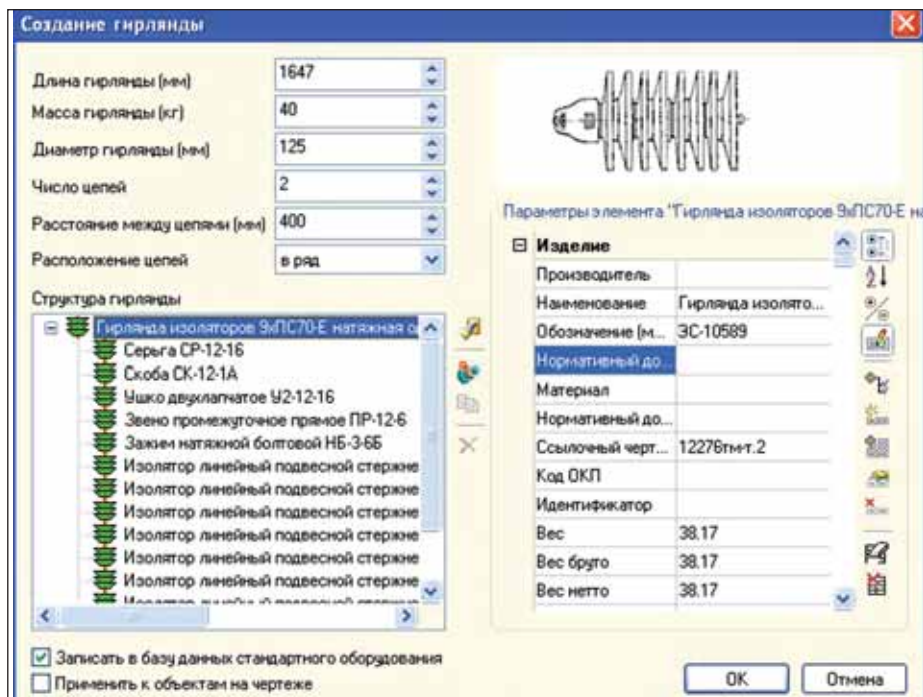

Рис. 7. Конструктор гирлянд
*Конструктор гирлянд*, позволяющий быстро создать новую гирлянду с нуля или на основе существующей (рис. 7).